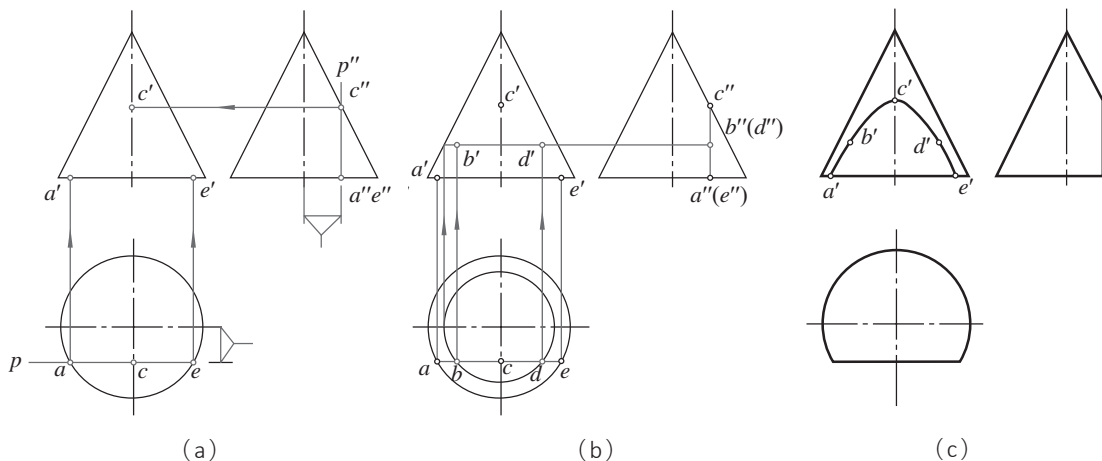

图 3-23 圆锥的截交线
(1) 截交线的作图方法和步骤与圆柱类似, 都是先找特殊点, 再找一般点, 最后连成光滑的曲线。
(2) 先根据投影特性, 找到最高点和最低点, 再利用辅助平行圆去任意截取圆锥, 找一般点, 最后描成光滑的曲线, 如图 3-23 所示。